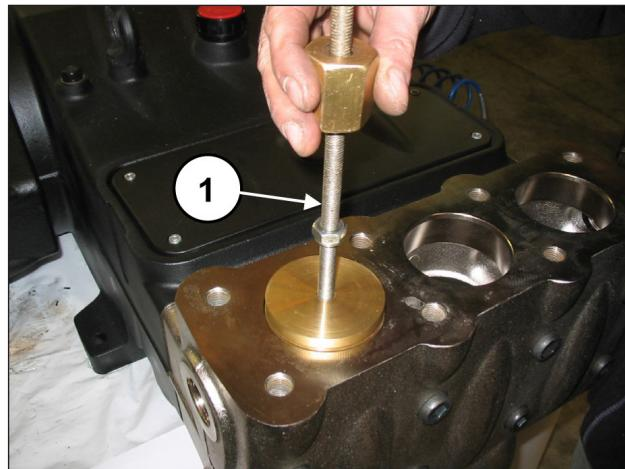

图 90
取出阀塞，将带冲击锤的提取器安装在阀塞（位置①，图 90）的M10孔上。